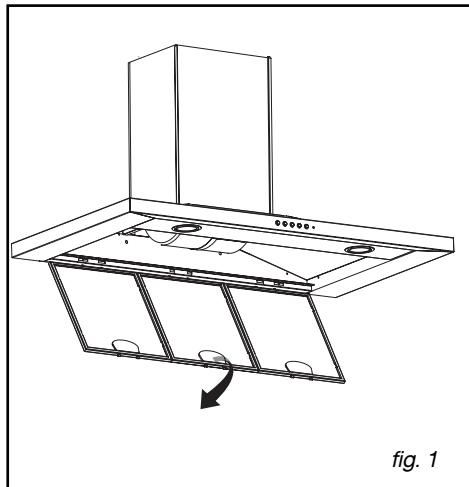

fig. 1
- **Desmontagem do filtro cassette (fig.1)**